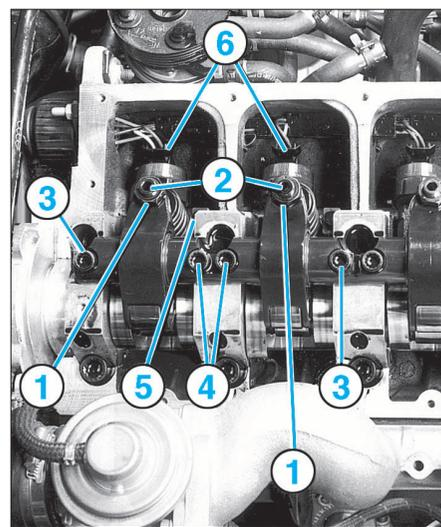
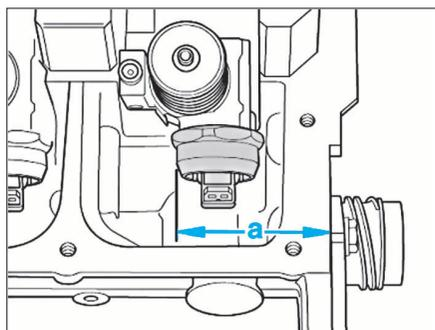
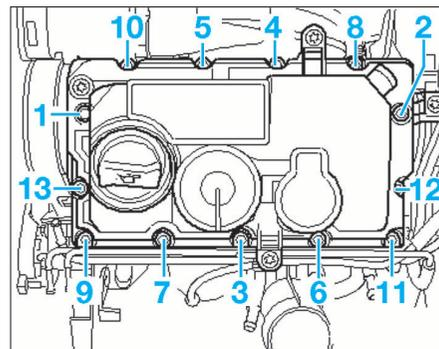

FIG. 40
FIG. 43
FIG. 45
- le couvre-culasse, en desserrant progressivement et en plusieurs passes les vis dans l'ordre inverse indiqué (Fig.45).
- les contre-écrous (1) des vis de réglage des culbuteurs (2) concernés (Fig.40).
- chaque vis de réglage (2) jusqu'à ce que le culbuteur concerné soit en appui sur le ressort du poussoir de l'injecteur-pompe.
- Reposer sur la bride une vis neuve (5) et la serrer jusqu'à ce qu'il soit encore possible de tourner l'injecteur-pompe.
- À l'aide d'un pied à coulisse approprié (plage de mesure de 400 mm mini), mesurer la cote (a), entre le bord extérieur de la culasse et l'électrovanne de l'injecteur-pompe (Fig.43).
**Cotes (a) de position des injecteurs-pompes du montage (Fig.43)**
• Ajuster la position de l'injecteur-pompe pour obtenir la cote (a) (Fig.43) prescrite, et serrer la vis de fixation de la bride (5) (Fig.40) au couple prescrit.
• Reposer la rampe de culbuteurs puis serrer progressivement et en plusieurs passes ses vis de fixation, en commençant par les vis intérieures (4) puis en finissant par les vis extérieures (3) (Fig.40).
- Serrer la vis de réglage (2) du culbuteur jusqu'à ce qu'une résistance soit nettement perceptible (Fig.40).
- Dans cette position, l'injecteur-pompe se trouve en butée, desserrer la vis de réglage (2) de 180° depuis le point de butée.
- Maintenir la vis de réglage dans cette position puis serrer le contre-écrou (1) au couple prescrit.
- Rebrancher le connecteur de l'électrovanne d'injecteur-pompe (6).
- Reposer le couvre-culasse avec un joint neuf en serrant progressivement et en plusieurs passes les vis dans l'ordre indiqué (Fig.45).